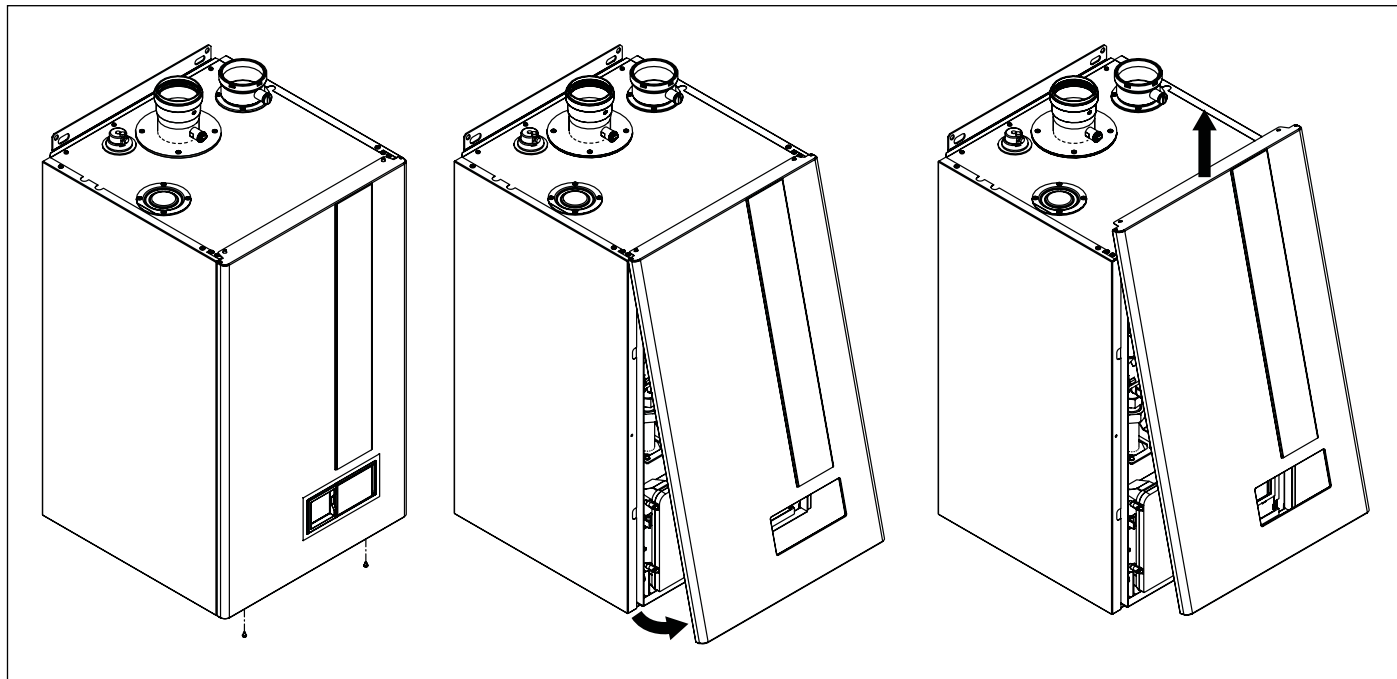

Fig. 31 Apertura revestimiento
- Quitar el recubrimiento delantero de la caldera (ver Fig. 31 Apertura revestimiento).